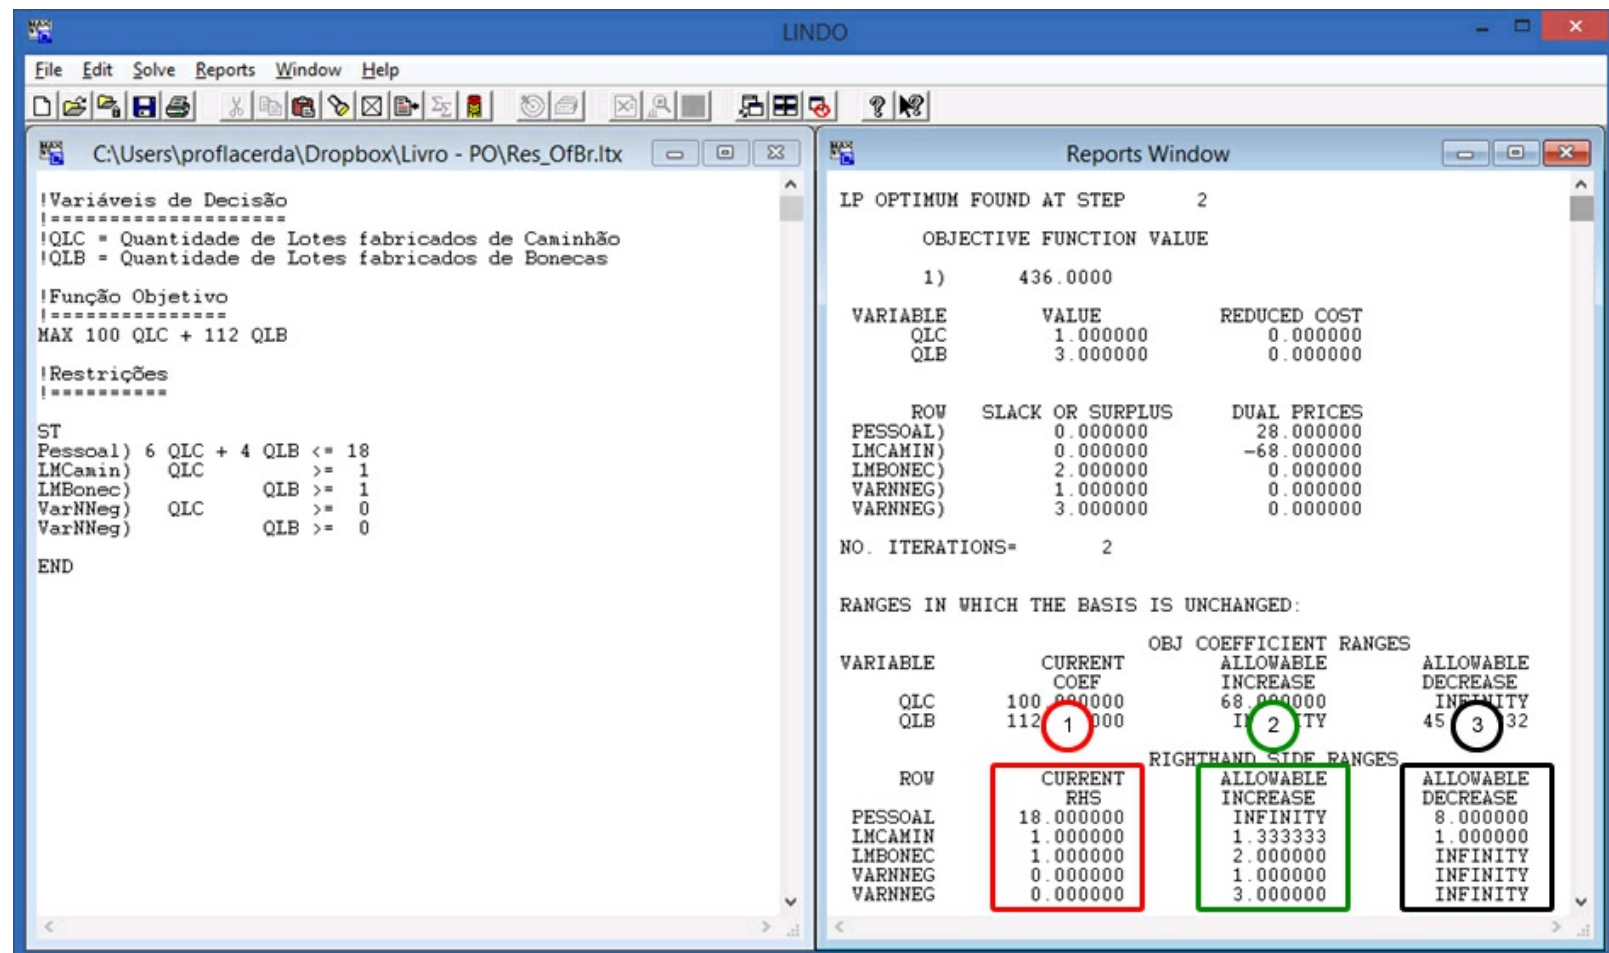

Figura 27 – Componentes da análise de sensibilidade do sistema de restrições.
Para concluir a análise de sensibilidade passaremos a avaliar o componente 2 da Figura 27. Esse componente diz respeito a constante existente ao lado direito das inequações do sistema de restrições. Na Figura 27, a caixa pontilhada verde apresenta
essas constantes. A análise é semelhante ao que fizemos anteriormente, com uma pequena distinção que nós vamos explicar. Na Figura 27 você pode ver o lado direito da restrição (*Righthand Side*) no item 1. Você poderá ver no item 2 da Figura 27 o máximo que é permitido incrementar (*Allowable Increase*) e o que é possível reduzir no dessa constante (*Allowable Decrease*). Esses elementos estão descritos nos itens 2 e 3 da Figura 27 respectivamente.
Podemos observar na Figura 27 que o Lindo priorizou criar lotes de bonecas em relação à produção de lotes de caminhões. A análise de sensibilidade das constantes restrições nos informará se haverá, ou não, modificação na priorização dos lotes a serem produzidos. Também nos informará se essa mudança impactará na folga/excesso ou, ainda, no preço sombra.
Por exemplo, a restrição pessoal (conforme a Figura 27) possui atualmente 18 pessoas. Poderíamos incrementar infinitamente (*infinity*) o número de pessoas na oficina de brinquedos e, ainda assim, continuaríamos priorizando a produção de lotes de bonecas comparativamente aos lotes de Caminhões. Ao mesmo tempo, se reduzíssemos 8 pessoas da quantidade total de pessoas da oficina, haveria uma mudança na priorização na fabricação dos lotes. Percebe-se que essa análise pode ser realizada para cada um dos itens das restrições. Cabe lembrar que para as restrições de não negatividade (utilizada para que o modelo não utilize valores irrealis) essa análise não faz muito sentido. Além